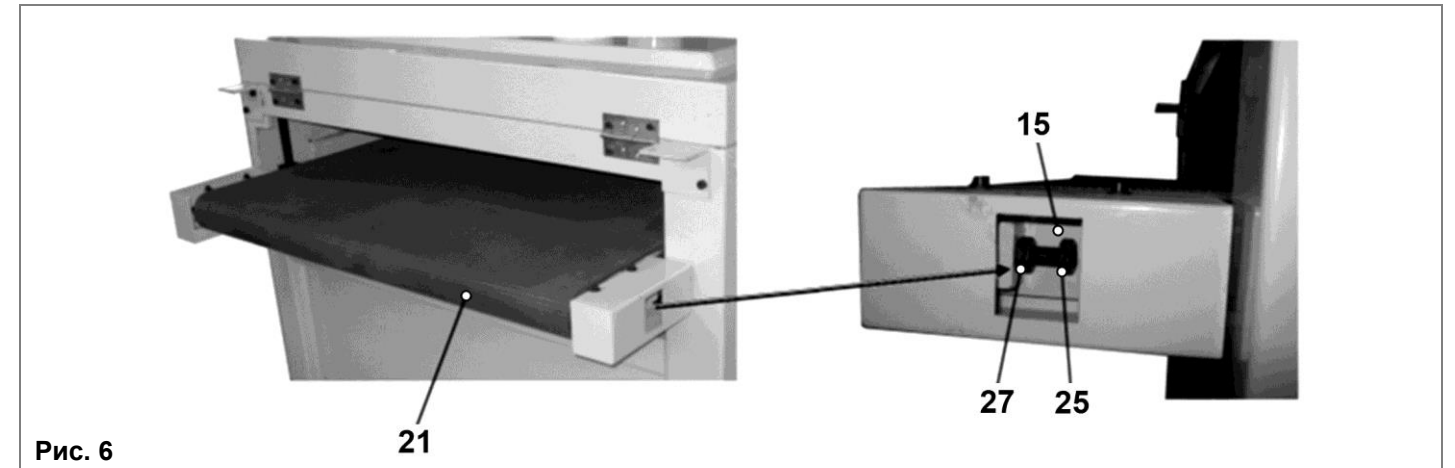

Рис. 6
предварительно ослабив гайку (27), Рис.6. Станок гаечным ключом не комплектуется.
10.1.4. Регулировка смещения транспортной ленты (21) осуществляется путем увеличения или уменьшения её натяжения регулировочными болтами (25). Например, при смещении вправо натяните левую сторону или ослабьте правую. Излишне сильное натяжение транспортной ленты (21) может привести к поломке, Рис.6.